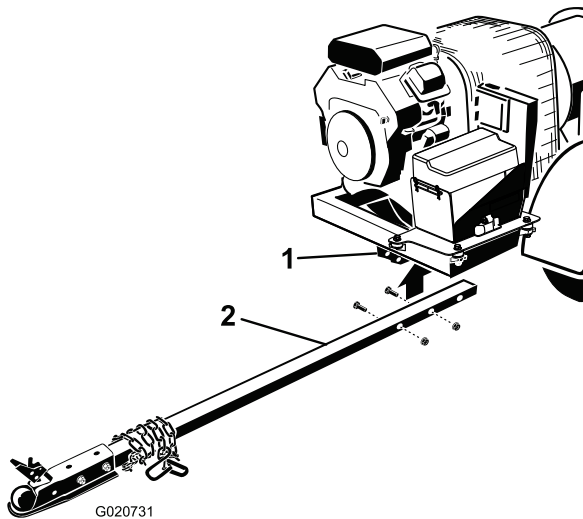

Figure 6
2. Insérez le tube d'attelage dans les supports du châssis (Figure 6). Fixez le tube au cadre avec 2 boulons (3/8 x 3 po) et écrous à embase (3/8 pouce).